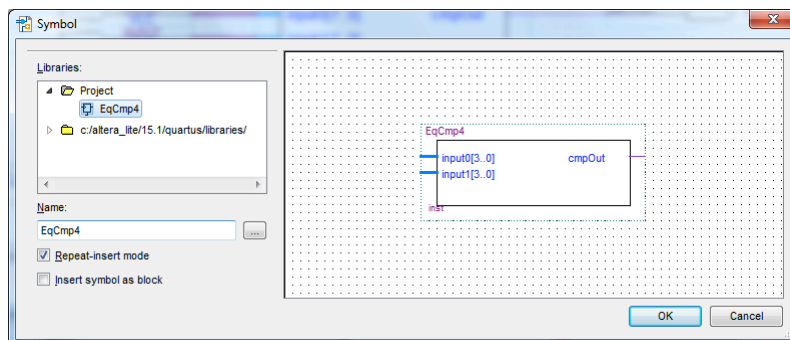
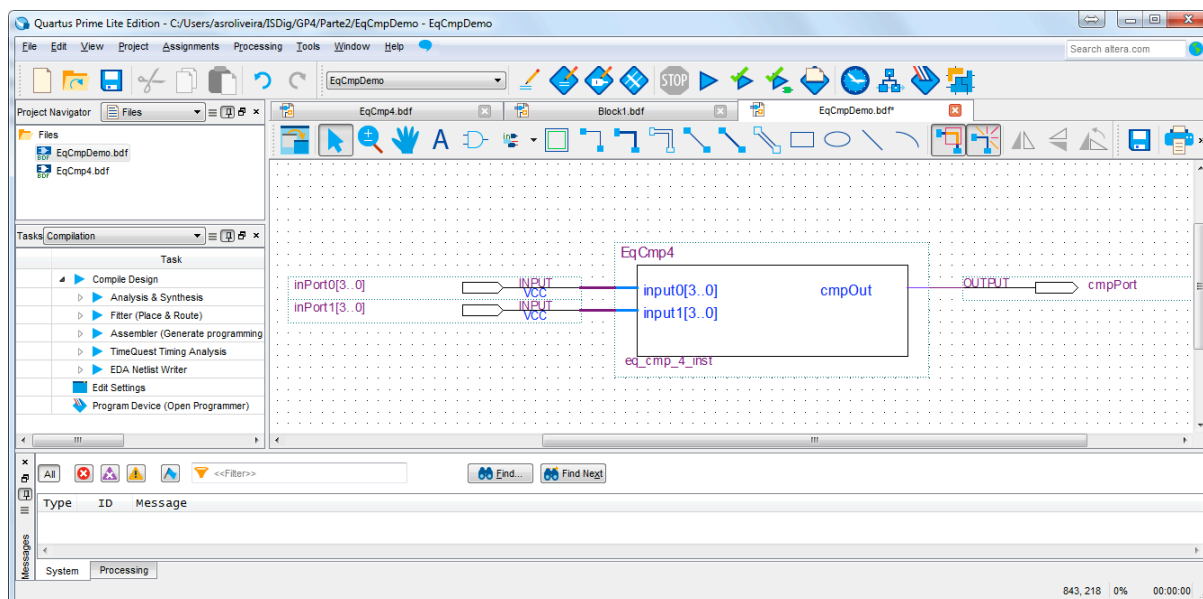

Figura 27 – Instanciação num diagrama esquemático do módulo “EqCmp4”.
Figura 28 – Interligação do módulo “EqCmp4” e dos portos de entrada e de saída e identificação dos diversos elementos do circuito no módulo “EqCmpDemo”.
4. Crie um novo ficheiro para um diagrama esquemático, chamado “EqCmpDemo.bdf”, para instanciar o comparador de igualdade construído no ponto anterior (Figura 27) e efetuar a ligação dos seus portos, tal como ilustrado na Figura 28.